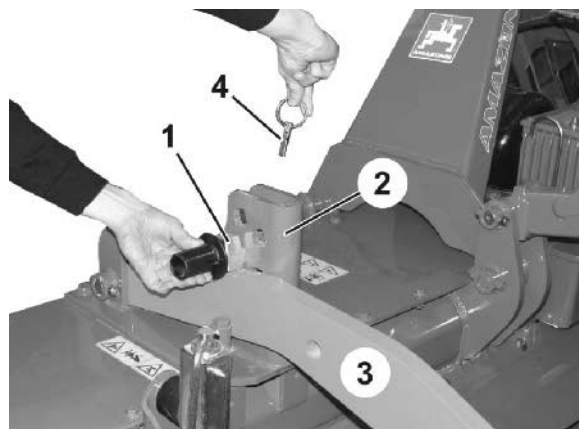

Fig. 25
1. Løft jordbearbejdningredskabet en anelse via traktorens trepunktshydraulik, indtil bærerarmene (Fig. 25/3) frigør hullerne i vangerne (Fig. 25/2) til dybdereguleringsboltene (Fig. 25/1).
3. Fjern ringsplitten (Fig. 25/4).